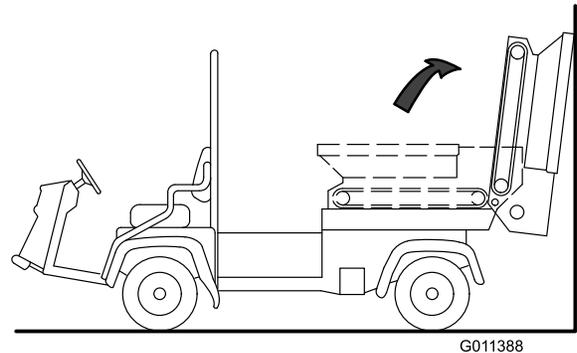

Figura 33
- 5. Incline a tremonha para trás e encoste-o contra a parede, escada, etc. Não permita que a tremonha descanse contra a traseira da máquina pois podem resultar danos dos acopladores hidráulicos e da escova (Figura 33).
Importante: Certifique-se de que a tremonha é inclinada para além do centro e/ou fixe à parede ou coloque-o para prevenir que caia acidentalmente na área de trabalho (Figura 33).